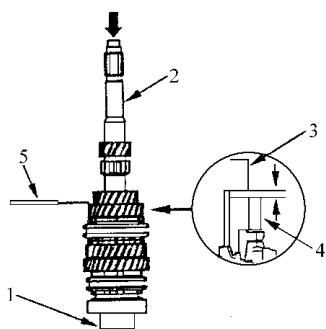

图 4-64 测量 2 档和
1) 用合适的管座，将轴承内座圈支撑起来，然后，将其向下推到主轴上。如图 4-64 所示，用塞尺测量 2 档和 3 档齿轮之间的间隙。如果间隙大于维修极限，则转到第 2) 步。如果间隙符合维修极限，则转到第 3) 步，标准值：0.06 ~ 0.21mm；维修极限：0.33mm。